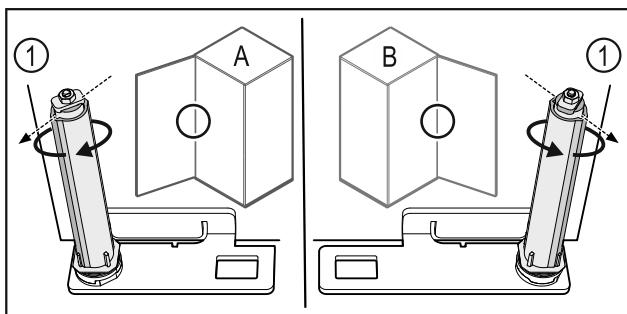

Fig. 50 Butée à gauche (A) / butée à droite (B)
- Tourner le système de fermeture contre la résistance jusqu'à ce que son arête Fig. 50 (1) pointe vers l'extérieur.